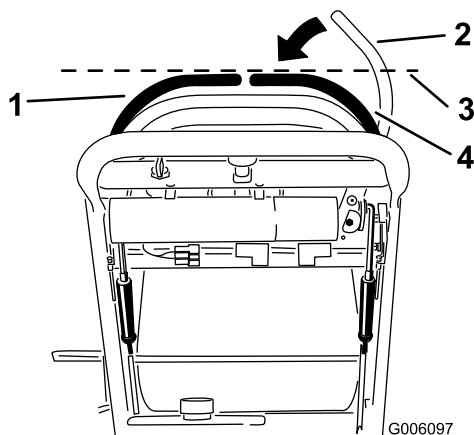

Figure 41
3. Abaissez le levier de commande de déplacement droit pour quitter la position de verrouillage au point mort (Figure 41).
4. Vérifiez s'il s'aligne horizontalement avec le levier de commande de déplacement gauche (Figure 41).